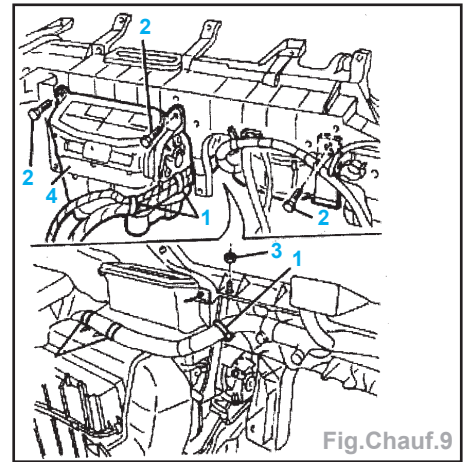

Fig.Chauf.9
- Déposer les vis (1), le couvercle inférieur (2) et le radiateur (3) (Fig.Chauf.9).